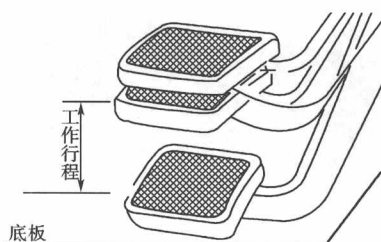

图 1-9 工作行程示意图
(2)离合器踏板工作行程:指消除自由间隙后,继续踩下离合器踏板,将会产生分离间隙,此过程所对应的踏板行程是工作行程,如图1-9所示。